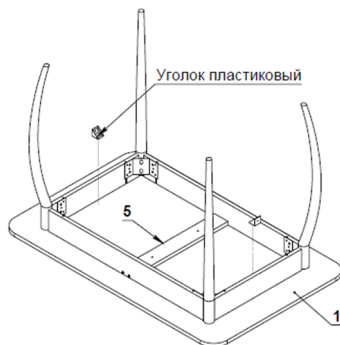

Рисунок 4.
4. =Положить столешницу (1) на ровную поверхность наружной стороной вниз. Сверху разместить каркас, отступив одинаковые расстояния от края столешницы, закрепить столешницу к царговому поясу с помощью пластиковых уголков, саморезов 4x16 и фигурной отвертки (отвертка в комплект не входит). Прикрутить столешницу к планке для вставки (5) саморезами 3.5x35 (рис. 4).